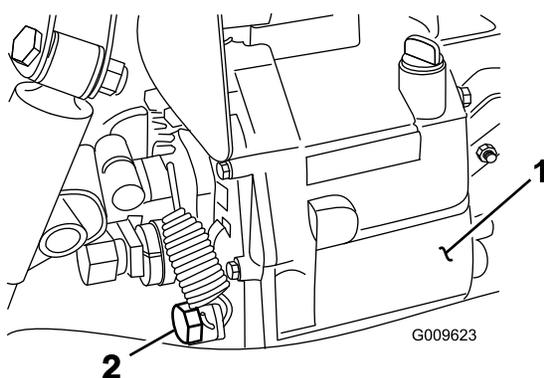

図 72
2. 油圧オイルタンクの側面にあるドレンバルブをゆるめ、流れ出すオイルを容器に受ける(図72)。